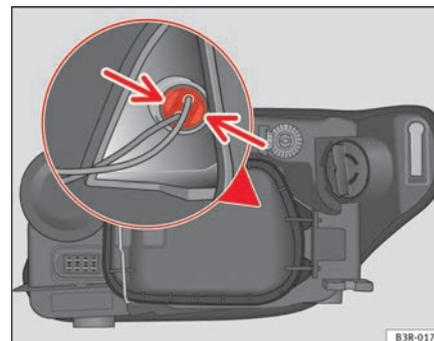

Fig. 196 Luz de presença (lado exterior do veículo) ▶
- Pressione ligeiramente as patilhas do porta-lâmpadas ⇒ página 267, fig. 196 e puxe para a tampa (também se pode extrair puxando pelos cabos do porta-lâmpadas).